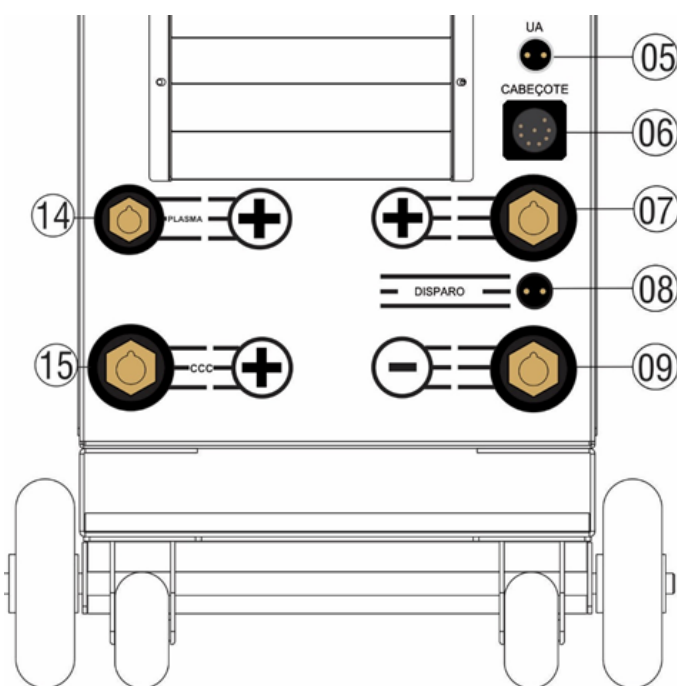

Figura 8.6 – Foto mostrando o novo borne (15) para o processo CCC.
Para operação com o novo CCC, siga as instruções para o processo MIG/MAG apresentadas no tópico 5.2 da página 26, exceto a conexão do borne macho do mangote do do cabeçote STA deve ser conectado ao terminal fêmea no painel da fonte identificado como CCC (15). Deve ser ligado também o conector macho do sensor da tocha ao conector fêmea descrito UA(05) do painel da DIGIPLUS A7. Segue os detalhes na figura 8.6